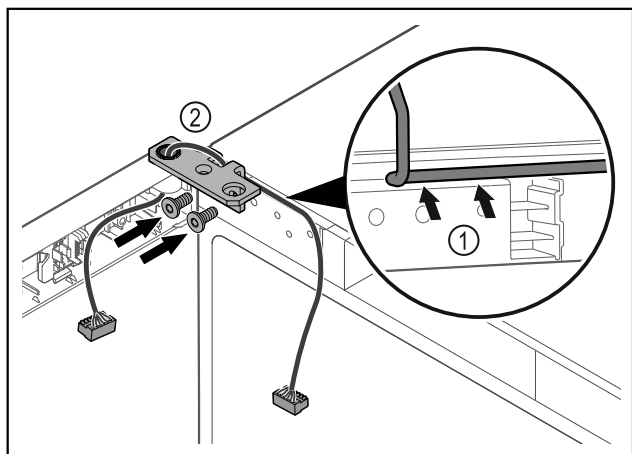

Fig. 47
- ▶ Lägga kabeln genom gångjärnsfästets urtag och dra den försiktigt Fig. 47 (1).
- ▶ Skruva fast gångjärnsfästet Fig. 47 (2).